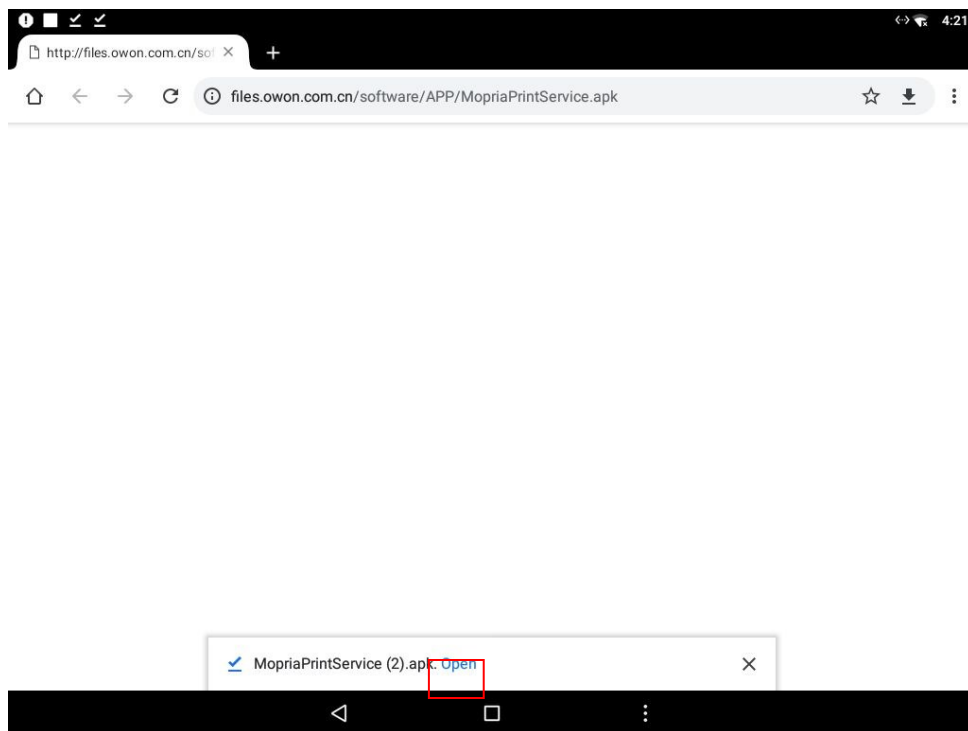

図2
② 図 2 に示すように、クリックしてインストール パッケージを開きます。